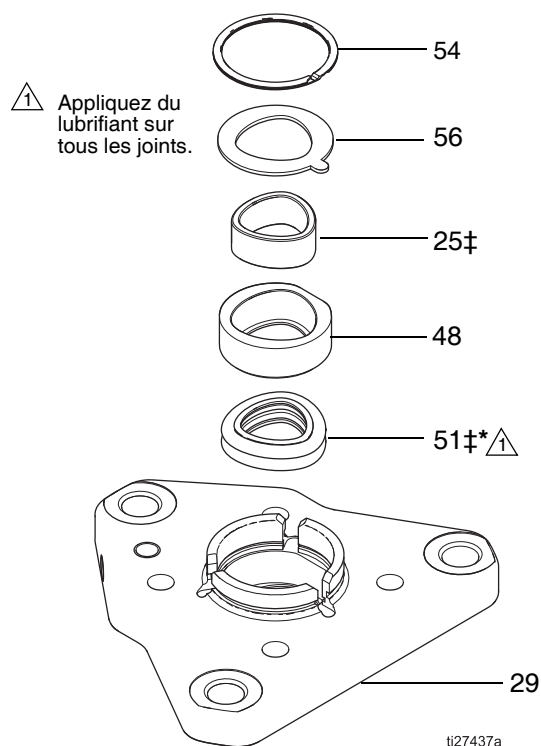

FIG. 3. Ensemble de plaque supérieure
1. Enlevez l'anneau de retenue (60) en retirant les vis (63).
2. Sortez les quatre vis à tête (40) et les rondelles (46) de la plaque supérieure (29).
3. Soulevez avec précaution la plaque supérieure (29) de la chambre à soufflets (45). Maintenez la plaque supérieure (29) à niveau.
REMARQUE : Voir la FIG. 3, page 9. L'anneau de retenue (54), la rondelle de retenue (56), le boîtier de roulement (48), le roulement (25) et le joint de secours (51) sont emboîtés dans la plaque supérieure et glissent avec la plaque supérieure (29).
- Si les soufflets sont défectueux, retirez également la vanne de purge (26) de la plaque supérieure. Nettoyez le passage du fluide de toute obstruction de peinture.
Voir la FIG. 3, page 9.
1. Installez l'ensemble de plaque supérieure (29, voir la FIG. 3, page 9) sur l'ensemble des soufflets (53‡), en alignant les formes du manchon à soufflets (34) et le joint de secours (51‡*). Pour obtenir l'orientation souhaitée, effectuez une rotation par incréments de 90° en alignant les trous de boulon.